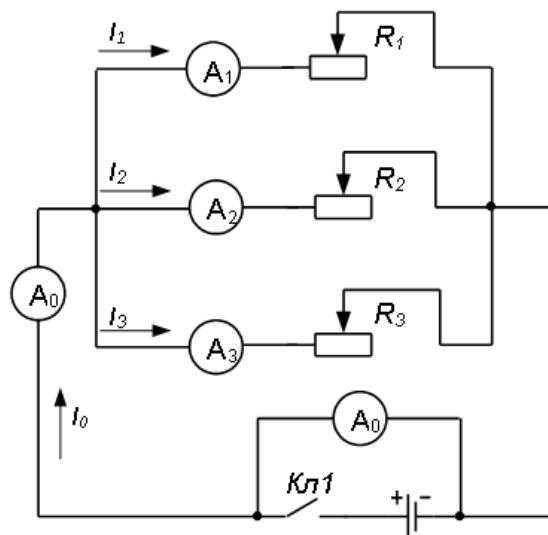

Рисунок 1.2 – Схема для проверки первого закона Кирхгофа
При трех параллельно включенных сопротивлениях (рис. 1.2) эквивалентное сопротивление будет равно:
2. Собрать схему для проверки первого закона Кирхгофа (рис.1.2). Установить максимальные значения сопротивлений реостатов и измерить после замыкания ключа  $K_{л1}$  токи в параллельных ветвях и общий ток цепи  $I_0$ . Результаты измерений занести в таблицу 1.1.